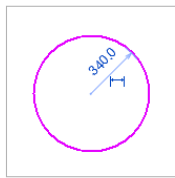

图 3-55 绘制顶部边界
(4) 单击“模式”面板中“编辑顶部”按钮，单击“绘制”面板中“矩形”按钮，绘制半径为 340 的圆，如图 3-55 所示。